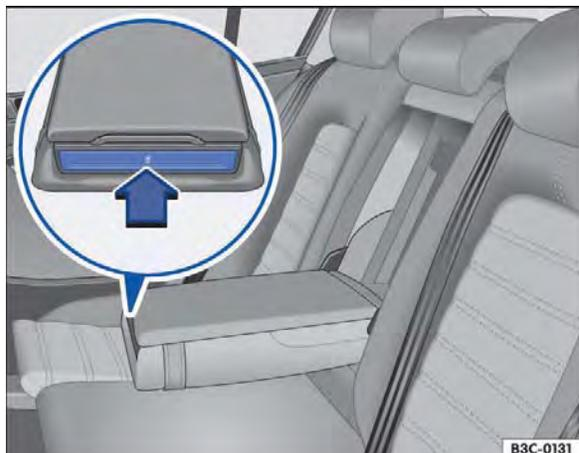

Fig. 125 No descanso-braço central traseiro: estender o porta-copos.
- Pressionar a parte dianteira do console central ⇒ Fig. 125 no sentido da seta. O porta-copos se estende.